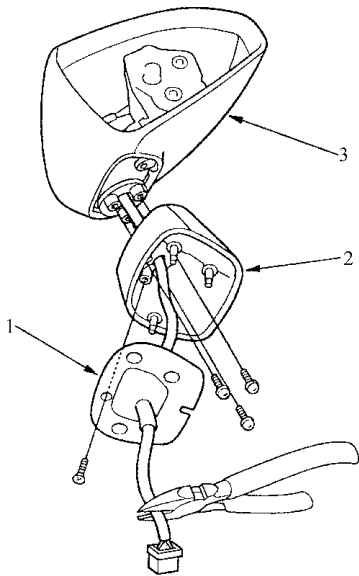

图 12-89 分离视镜壳体
- 4) 如图 12-89 所示，利用剪线钳把线束剪断，拆卸垫圈。